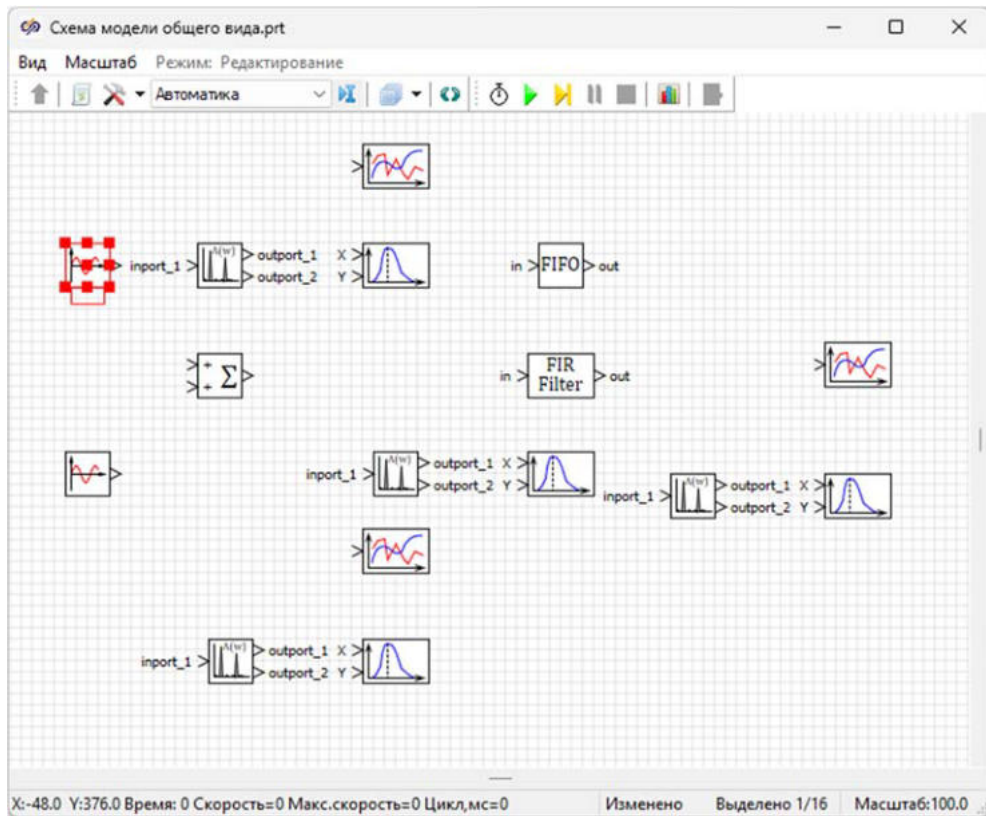

Рис. 29. Окно проекта с выделенным блоком "Синусоида".
1. Выделить на схеме верхний блок **Синусоида** одинарным нажатием левой кнопкой мыши по нему (Рисунок 29).